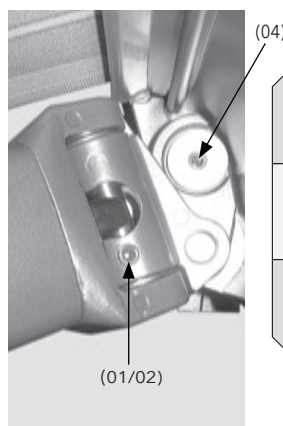

Fig. 13: support de bras articulé - vis pointeau
Dérouler le store aux deux tiers de son avancée. Retirer la vis pointeau de réglage de l'inclinaison (01) à l'aide de la clé 6 pans SW4. Passer la clé six pans SW3 par le trou taraudé pour atteindre la deuxième vis pointeau (02) se trouvant à l'arrière, au niveau de l'articulation puis serrer/desserrer cette vis pointeau jusqu'à obtention du positionnement correct des bras à l'horizontale (Fig. 13, 14).
Verrouiller le réglage de l'inclinaison en serrant à fond la vis pointeau (04) à l'aide de la clé Allen SW3 (voir fig. 13).